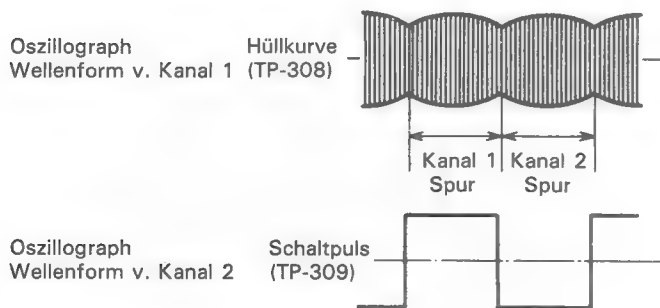

Abbildung 27
2. Mit einem Schaltimpuls antriggern und die Hüllkurve beobachten (Abbildung 27).